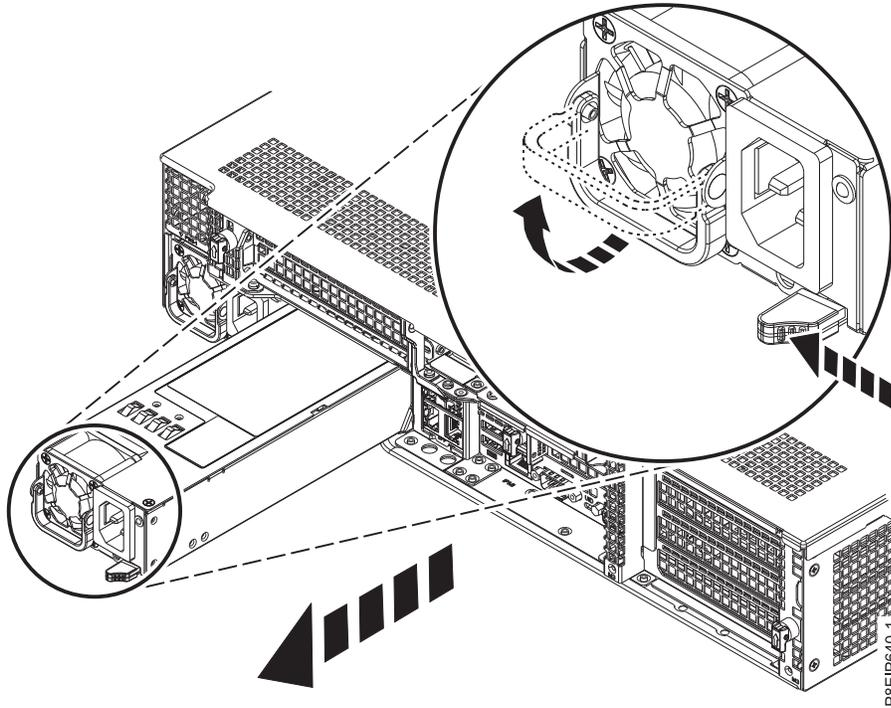

図 70. システムから電源装置を取り外す
- a. システム内の所定の位置から電源装置を取り外すには、ロッキング・タブを左方に押します (113 ページの図 70 を参照)。